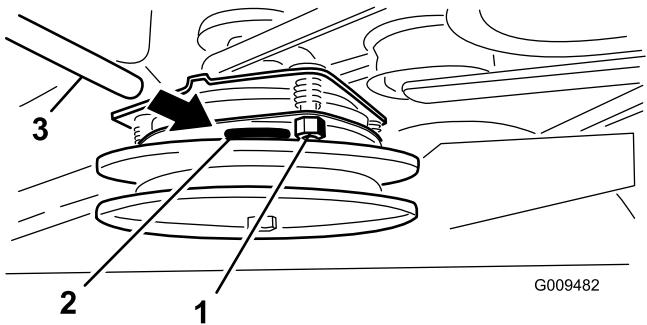

Figure 58
- Si un réglage est nécessaire, réglez-le à 0,381 mm (0,015") pour chacune des trois positions de réglage. Serrez les contre-écrous jusqu'à ce la jauge d'épaisseur fléchisse légèrement mais puisse bouger facilement dans l'entrefer (Figure 58).